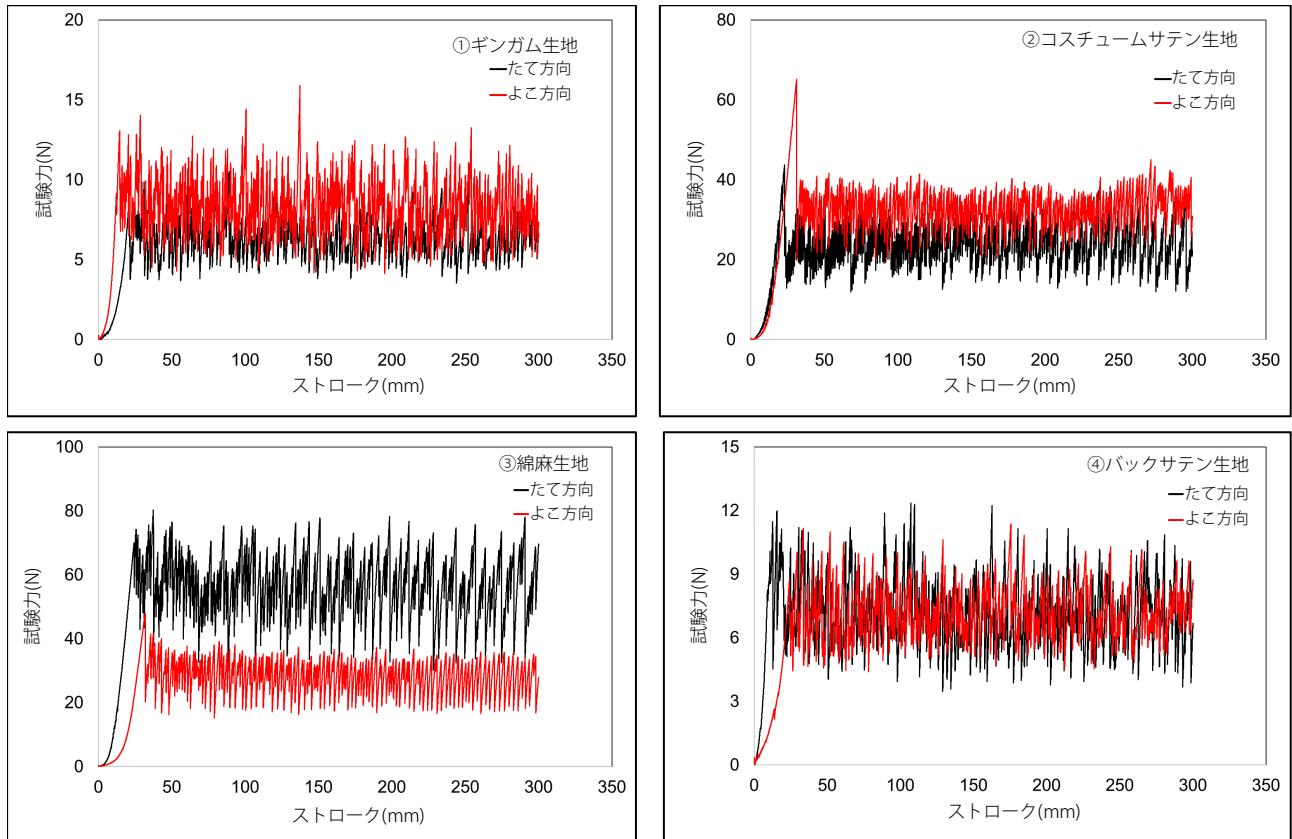
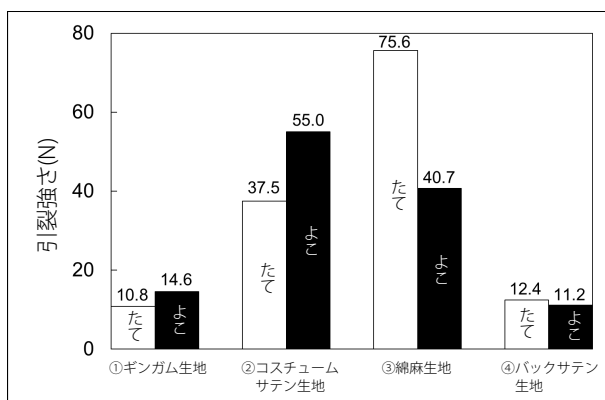

図3 試験結果
図4 試験結果のまとめ (n=3の平均値)
図3に試験結果の例を示します。たて方向では横糸引裂強さ、よこ方向では縦糸引裂強さを求めています。今回、全ての試験片でつかみ具での滑りなく良好に試験を行うことができました。図4に試験結果のまとめを示します。今回の試験では①、②、③の試験片でたて方向とよこ方向の引裂強さに大きな差がありましたが、④では方向による差が小さいことが分かりました。